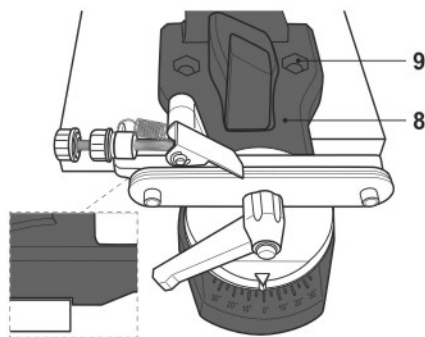

Fig. 4
- > Alinee la placa base (8) con el borde del banco de trabajo (o con una superficie firme y nivelada similar) (Fig. 4). Preste atención a que los cierres de la sujeción situados debajo de la placa base (8) estén alineados con el borde.
- > Reproduzca el dibujo de los orificios de la placa base (8) en la superficie con un lápiz.
- > Monte la placa base (8) con piezas de tornillería adecuadas (pernos y tuercas M10, no incluidos) en la superficie.